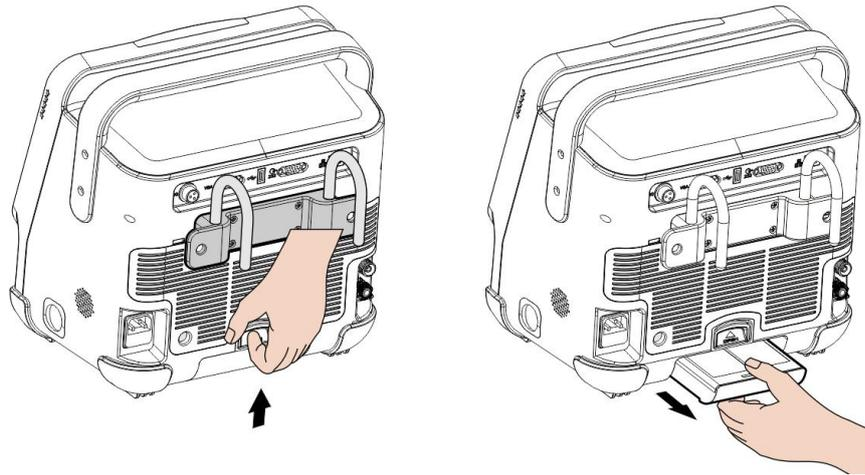

Figura 58 Remova a trava da bateria, retire a bateria
3. Retire a bateria descarregada do compartilhamento de bateria (consulte a Figura 58);